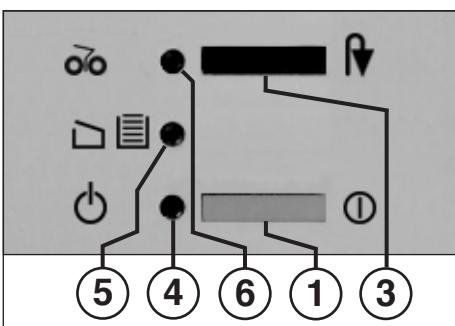

Abb. 1
1 = Druckschalter (Abb. 1)
3 = Druckschalter (Abb. 1)
4 = Kontroll-Anzeige (Abb. 1)
5 = Kontroll-Anzeige (Abb. 1)
6 = Kontroll-Anzeige (Abb. 1)
- Maschine am Druckschalter (1) (Abb. 1) einschalten. Die Kontroll-Anzeige (4) (Abb. 1) leuchtet auf.
Ist der Auffangbeutel gefüllt, schaltet die Maschine ab. Die Kontroll-Anzeige „Behälter voll“ / „Tür offen“ (5) (Abb. 1) **blinkt**. Zum Zeichen des gestoppten Schneidwerks leuchtet gleichzeitig die Kontroll-Anzeige „Papierstau“ / „Stopp“ (6) auf.
- Schieberahmen mit Auffangbeutel einschieben und Türschließen. Die Kontroll-Anzeige (5) (Abb. 1) erlischt.
- Druckschalter „Rückwärtslauf“ / „Stopp“ (3) kurz betätigen. Das Schneidwerk zerkleinert den im Zuführschacht verbliebenen Rest und schaltet dann ab. Die Kontroll-Anzeige (6) erlischt. Die weitere Zerkleinerung kann nun fortgesetzt werden.
- Die Kontroll-Anzeige (6) (Abb. 1) leuchtet auf.